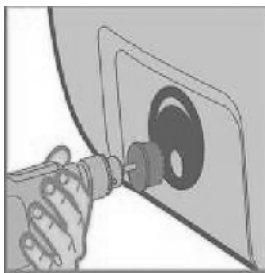

Fig. 3
- Os furos para colocação das tubulações deverão ser feitos sempre nos rebaixos planos existentes na lateral da caixa, através de serra-copo. (Fig. 3);